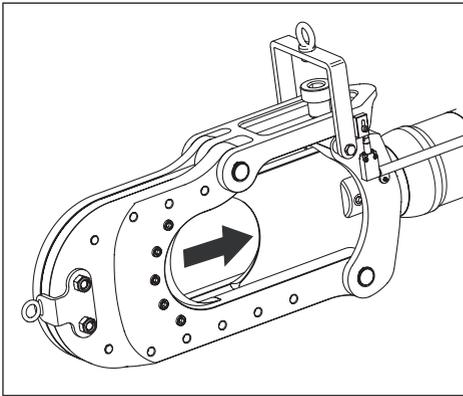

Abbildung 7, Kolben und Messer in der Ausgangsposition (vollständig eingefahren)
Stellen Sie vor dem Positionieren von Material zwischen dem Schneidkopf stets sicher, dass sich der Kolben und das bewegliche Messer in der „Ausgangsposition“ (vollständig zurückgezogen) befinden. Siehe Abbildung 7.
2. Stellen Sie sicher, dass sich der Kolben in der „Ausgangsposition“ (vollständig zurückgezogen) befindet. Siehe Abbildung 7.
1. Starten Sie die Pumpe. Bewegen Sie den Kolben in die „Ausgangsposition“ (vollständig zurückgezogen). Siehe Abbildung 7.